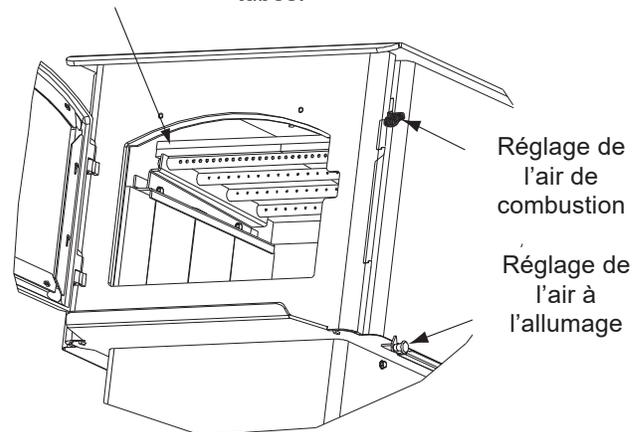
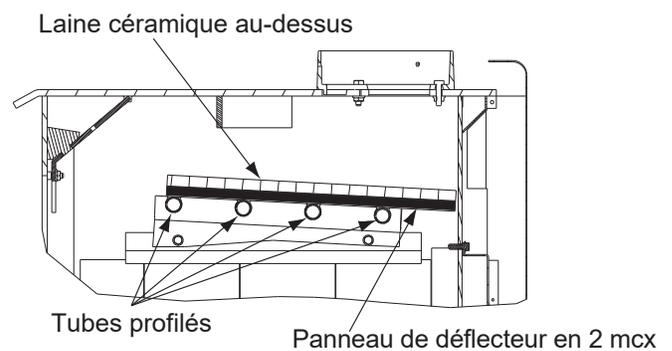

Figure 23.3
Figure 23.4
4. Réinstallez les deux parties du déflecteur l'une après l'autre. Assurez-vous que les deux parties du déflecteur soient à égalité avec le collecteur à tubes avant et qu'elles reposent sur tous les tubes (**Figure 23.3 et Figure 23.4**).
5. Pour réinstaller la laine céramique, il est plus facile de la plier d'abord en deux (**Figure 23.2 et Figure 23.4**). Placez-la sur la plaque du déflecteur, dépliez et lissez la laine céramique isolante. Révérifiez l'emplacement de la plaque-déflecteur (**Figure 23.3 et Figure 23.4**).